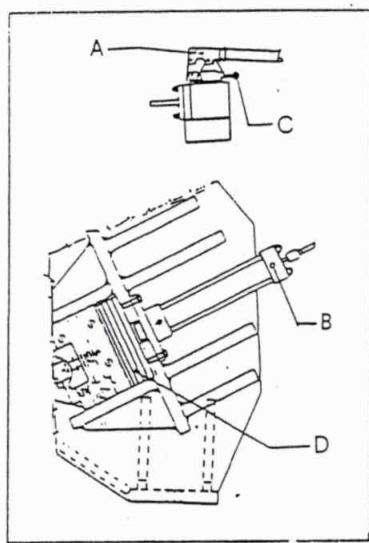

fig. 3
- collegare la pompa (fig. 3/A) al cilindro idraulico (fig. 3/B) mediante i tubi in dotazione;
- ruotare il selettore verso destra (fig. 3/C) ed azionare la pompa in modo che il cilindro idraulico spinga in avanti il gruppo oscillatore;
- aggiungere sulla testata posteriore altre coppie di piastre (fig. 3/D) in dotazione fino a riempire la distanza tra la testata e il cuneo orizzontale;
- ruotare il selettore della pompa (fig. 3/C) verso sinistra e pompare in modo da far arretrare l'oscillatore, assicurandosi che non rimanga spazio tra le piastre e la testata posteriore;